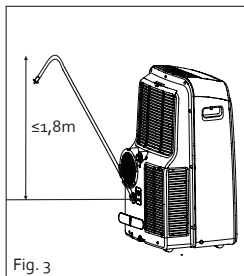

Fig. 3
3. Asegúrese de que el agua se puede evacuar de una manera segura y permanente. 2). El agua se bombea para extraerla del aparato, lo que le permite elevar la manguera de drenaje a una altura máxima de 1,8 m (Fig. 3).